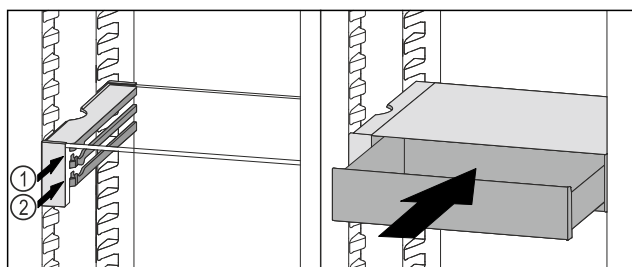

Fig. 110
- ▶ 将 VarioSafe 抽屉放置在所需肋梁 Fig. 110 (1) 或 Fig. 110 (2) 上的止动器后面。